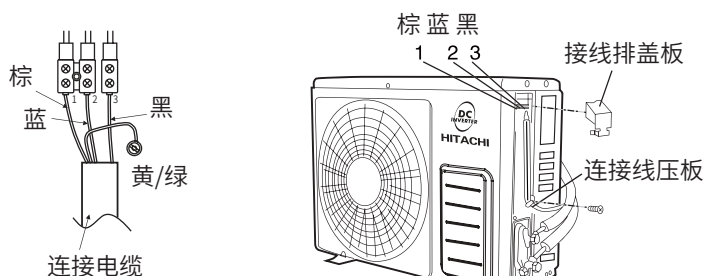

图16
- 按图16所示室内接线图分别按不同颜色的线牢固地固定到接线端子台对应的位置，紧固力矩为： $8\sim 15\text{kgf}\cdot\text{cm}$ ；